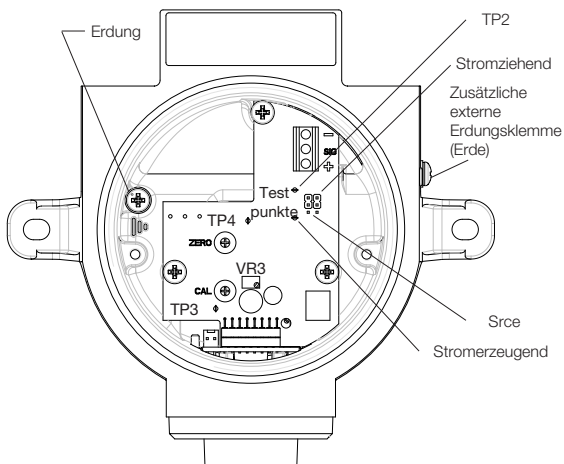

Abbildung 12: **Xgard Typ 5**, FBG-Anordnung (Abbildung mit abgenommenem FBG-Deckel).
Alle Anschlüsse werden über die Klemmschrauben an der FBG im Anschlusskasten vorgenommen. Die Anschlusspunkte sind mit '+', 'sig' und '-' gekennzeichnet, und beim Anschluss des Detektors an eine Kontrolleinheit ist auf die korrekte Polarität zu achten. **Xgard Typ 5** ist ab Werk als stromziehendes Gerät ausgelegt, sofern bei der Bestellung nicht anderweitig angegeben. Um das Gerät auf stromerzeugend umzustellen, Anschlusskasten öffnen und die beiden Steckverbindungen an der Verstärker-FBG von "stromziehend" auf "stromführend" umstellen, wie in Abbildung 12 dargestellt.
Hinweis: Das interne Erdungsterminal (siehe Abbildung 12) soll als Erdungsmittel für den **Xgard**-Gasdetektor verwendet werden. Das externe Erdungsterminal (siehe Abbildung 12) ist nur ein zusätzlicher Verbindungsanschluss, und ist nur dort zu verwenden, wo die örtlichen Behörden eine solche Verbindung erlauben bzw. vorschreiben. Um die Radiofrequenz-Schnittstelle zu beschränken, sollten der Anschlusskasten und die Kabelbewehrung an der Kontrolleinheit geerdet werden. Es ist dafür Sorge zu tragen, dass die Erdableitung nur in einem sicheren Bereich vorgenommen wird, um Erdfehlerschleifen zu vermeiden.
5. Bevor mit der Kalibrierung des Detektors begonnen werden kann, müssen die Pellistoren abgeglichen werden. Hierzu Deckel der FBG entfernen und digitales Voltmeter (DVM) an die mit 'TP3' und 'TP4' markierten Testpunkte an der Verstärker-FBG anschließen, wie in Abbildung 12 dargestellt. Das DVM ist auf den Gleichstrom-mV-Bereich einzustellen, und das mit 'VR3' gekennzeichnete Potentiometer ist so einzustellen, dass das DVM 0,00 mV anzeigt. Deckel der FBG wieder anbringen.
6. Um den Detektor auf Null zu setzen, DVM erneut an die mit 'TP1' und 'TP2' gekennzeichneten Testpunkte an der Verstärker-FBG anschließen, wie in Abbildung 12 dargestellt.